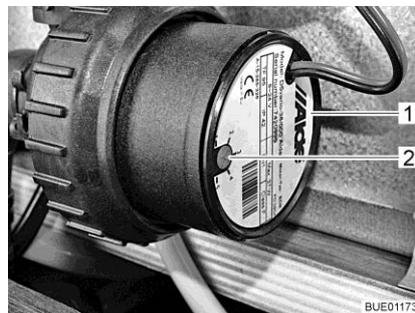

Fig. 225 Réduction de la vitesse de rotation
Le bouton tournant (Fig. 225,2) permet de régler la vitesse de rotation du circulateur. Une faible vitesse de rotation réduit les bruits de fonctionnement de la pompe.
Le bouton tournant se trouve sur le circulateur (Fig. 225,1).
- Tourner le bouton tournant (Fig. 225,2) dans le sens inverse des aiguilles d'une montre. La puissance est réduite.